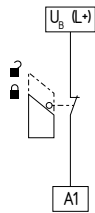

Abb. 6
**Einkanalige Schutztürüberwachungs-Schaltung mit Verriegelungseinrichtungen nach EN ISO 14119 (siehe Abb. 6)**